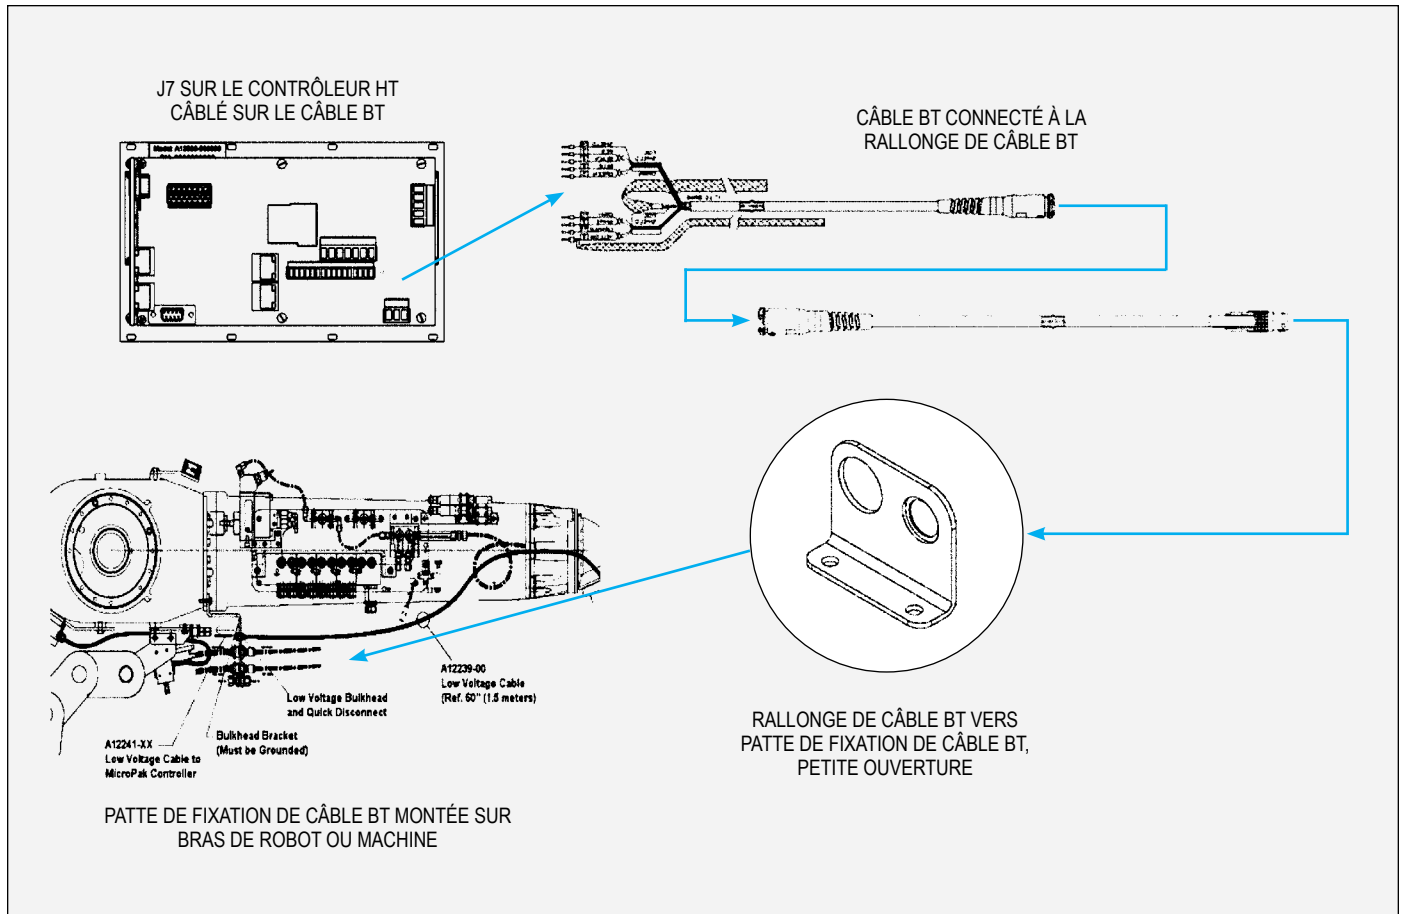

Figure 31 : Fixation de rallonge de câble BT (relations entre pièces du kit d'intégration)
5. Fixez l'extrémité libre de la rallonge de câble BT à travers le support de fixation de câble BT à un câble provenant de votre applicateur. Vous trouverez une idée générale sur la Figure 31.